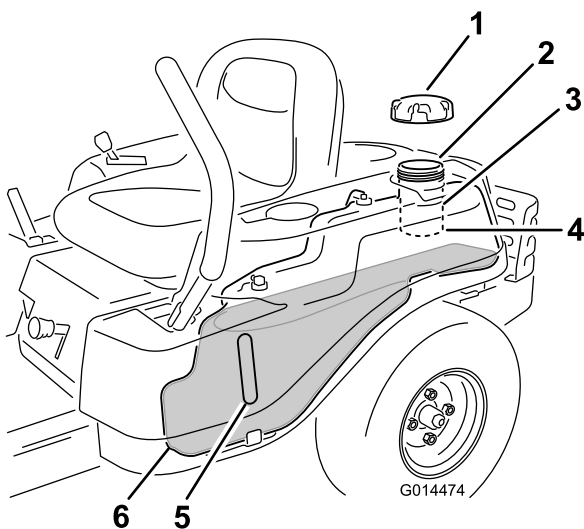

Figura 10
Nota: Puede utilizar la mirilla de combustible para verificar la presencia de gasolina antes de llenar el depósito (Figura 10).
2. **Añada gasolina sin plomo** lentamente (Figura 10) hasta que el combustible llegue a la base del cuello de llenado (0).